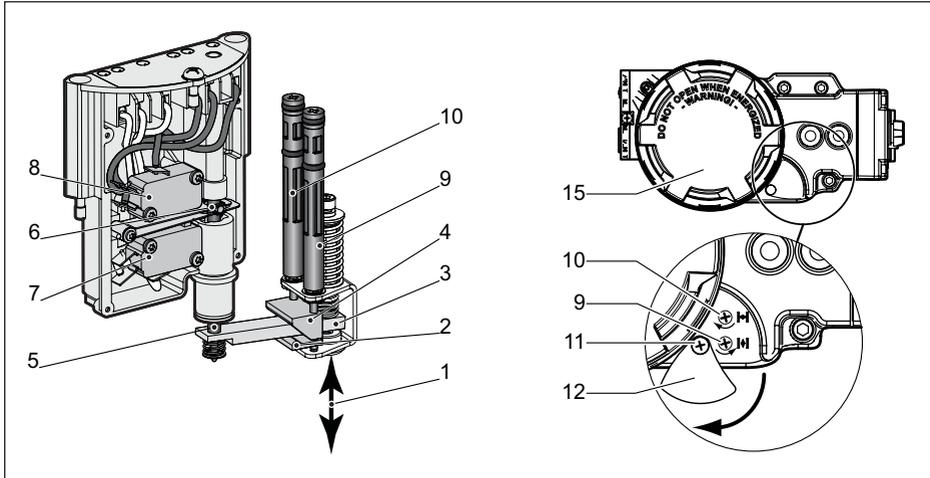

Fig. 5.2 Principes de fonctionnement du mécanisme d'actionnement des contacteurs
Le module de contrôle QC40 ASI est doté d'un système de réglage du point de commutation non intrusif. Les vis de réglage se trouvent derrière un blindage, à l'avant du module (voir Figure 5.2).
- Dans ce cas, la vis de réglage supérieure (voir Figure. 5.2) permet définir le point de commutation de la position fermée et la vis de réglage inférieure de définir le point de commutation de la position ouverte.
5.1.5 Principes de fonctionnement du mécanisme d'actionnement des contacteurs (voir Figure 5.2)